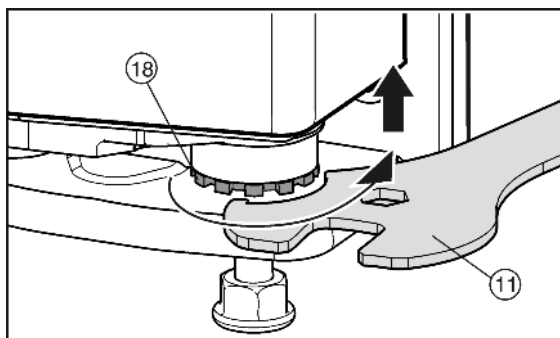

Fig. 13
- ▶ Pour soulever la porte, dévisser le pivot d'arrêt vers la droite Fig. 13 (18) avec la clé à fourche Fig. 13 (11) jointe. A la livraison, le pivot d'arrêt est complètement vissé.